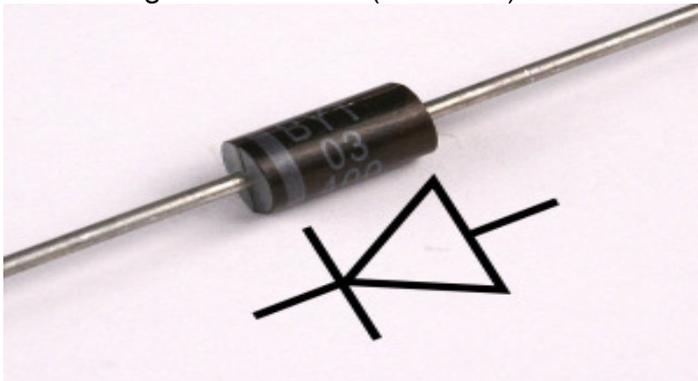

Abb.1 :Diode
- Dioden richtig angebracht? Dioden müssen in der richtigen Richtung angebracht sein, denn sie leiten den Strom nur in eine Richtung. Die Kathode (die Elektrode mit dem niedrigeren Potential) wird auf Bauteilen mit einem Strich gekennzeichnet(s. Abb. 1).